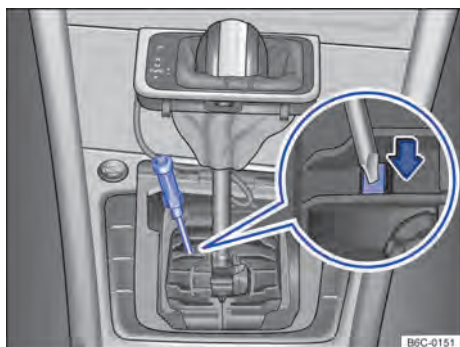

Fig. 96 Desinstalar a cobertura da alavanca seletora e destravar o bloqueio da alavanca seletora emergencialmente.
- Com o auxílio de uma chave de fenda pressionar cuidadosamente a alavanca de destravamento no sentido da seta e manter nessa posição → Fig. 96.